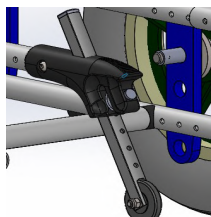

fig.: 4.1
* versione standard fissa (fig.4.1):
Le ruotine possono considerarsi in presa (fig. 4.1) se si trovano ad una distanza compresa tra 25mm e 40mm da pavimento; se posizionate troppo in alto non riducono il rischio di ribaltamento, se troppo in basso possono urtare contro eventuali ostacoli.
- verso il basso funzionamento in presa come fig.4.1